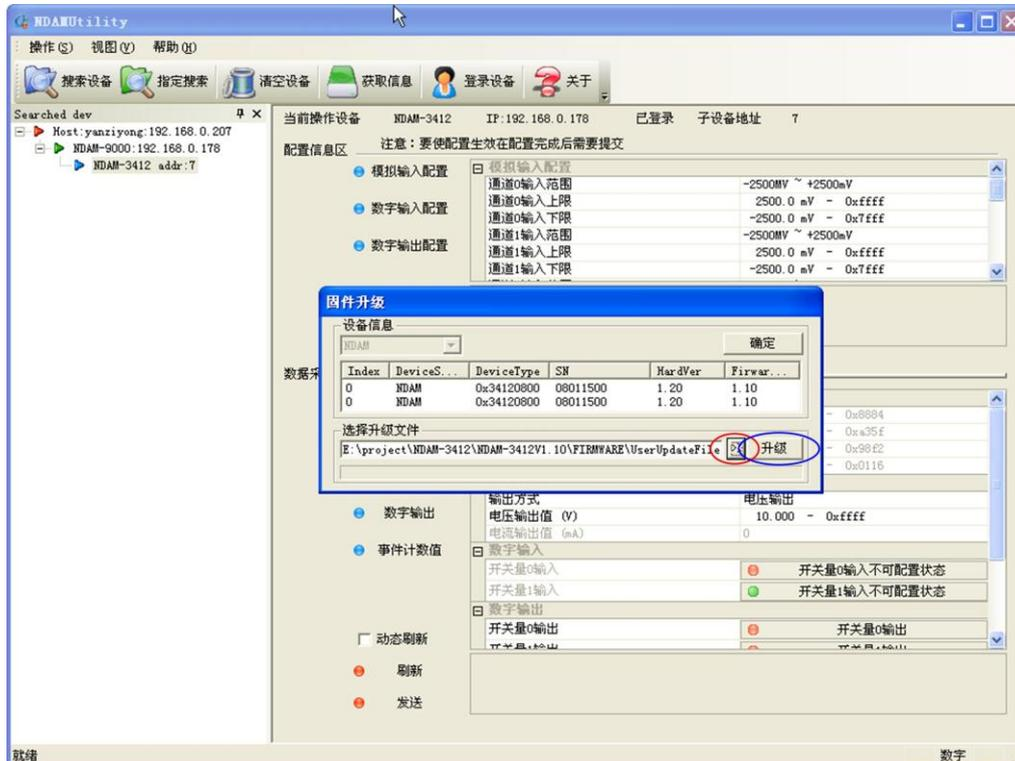

图 4.13 固件升级
- 3) 确定升级设备无误后, 选择“是”, 将弹出固件升级对话框, 如图 4.13 所示; 点击红色圆圈内“>>” (浏览) 按钮, 找到并打开固件文件, 点击“升级”。